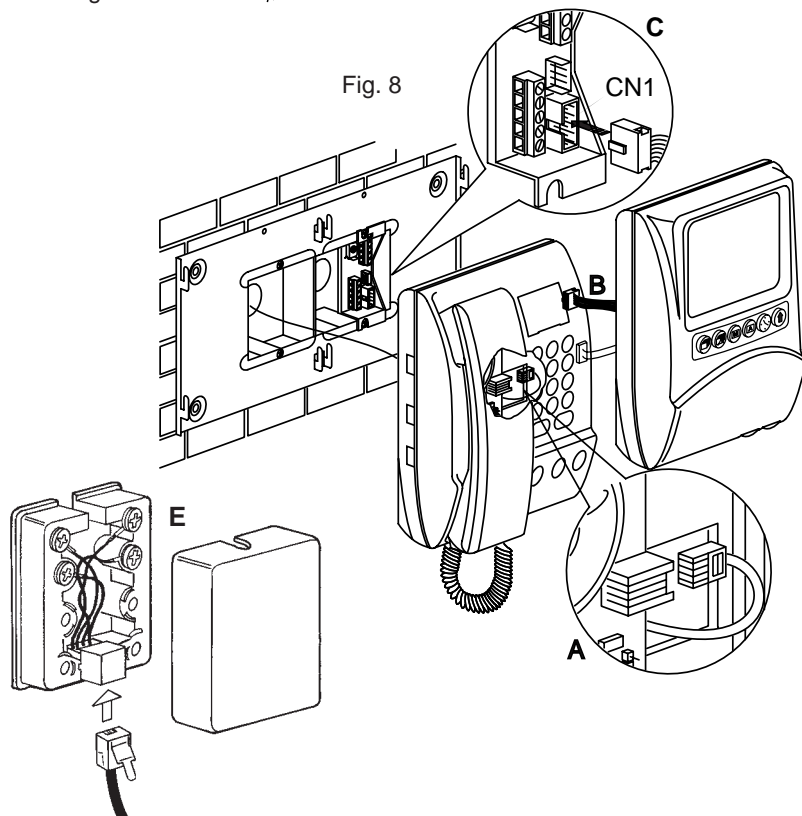

Fig. 8
- Fig. 8 - Inserire il plug telefonico del cablaggio in dotazione alla staffa nel connettore posto sul retro del telefono multifunzione Art. 3570. Dal lato opposto del cavetto collegare il plug alla linea telefonica proveniente dal centralino (Art. 3528-3528N) tramite l'apposito accessorio Art. 3560 (particolare E).